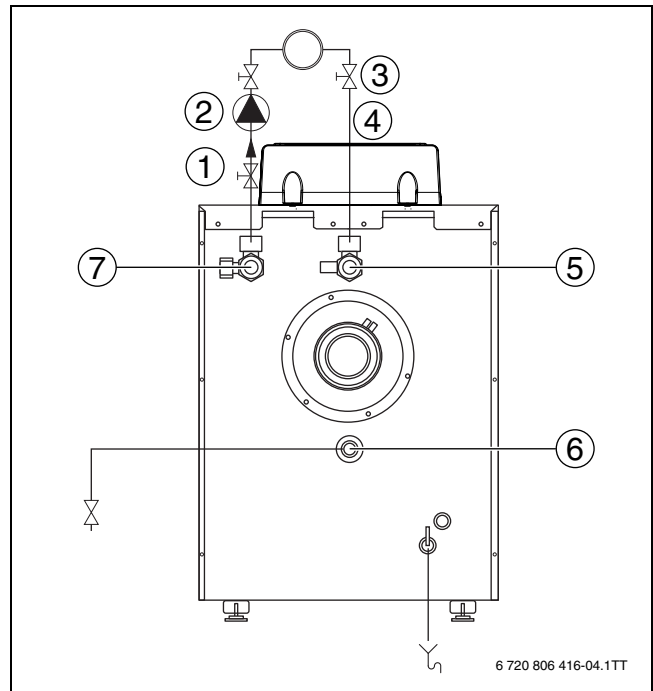

Fig. 14 Esquema de conexión sistema hidráulico
- ▶ Instalar el vaso de expansión (AG) para mantener la presión de la instalación en el retorno, delante de la bomba en la instalación (→ fig. 14).